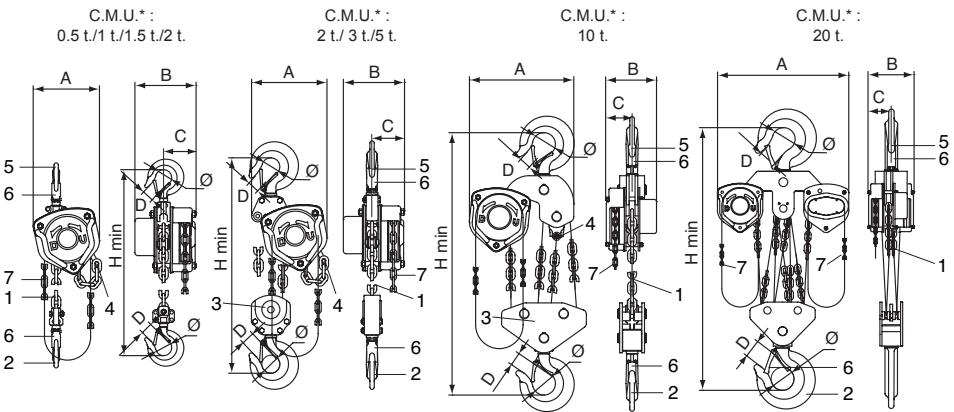

Fig. 1
El polipasto tralift™ es suministrado equipado con una cadena de elevación (ítem 1, fig. 1) y una cadena de maniobra (ítem 7, fig. 1) compatible para una altura estándar de elevación de 3 m.
La cadena de elevación está constituida de uno o varios ramales (ver el §2 especificaciones técnicas), teniendo en su extremo del lado carga un gancho de elevación (ítem 2, fig. 1) y, en el otro extremo (lado ramal flojo),
la cadena de elevación es fijada en un tope de fin de carrera bajo (ítem 4, fig. 1) a su vez fijado en el aparato.
3. Verificar el buen estado de los ganchos (ítem 2, fig. 1) y de los trinquetes de seguridad (ítem 6, fig. 1).
4. Verificar que el extremo de la cadena de elevación de lado ramal flojo está fijado en el tope de fin de carrera bajo del aparato (ítem 4, fig. 1).